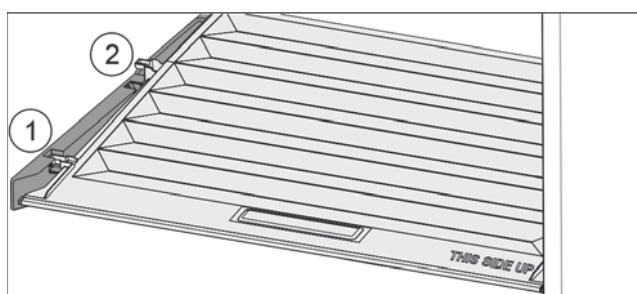

Fig. 115
- Потянуть крышку до отверстия в поддерживающих деталях вперед Fig. 115 (1).
- Поднять сзади снизу и извлечь Fig. 115 (2) движением вверх.